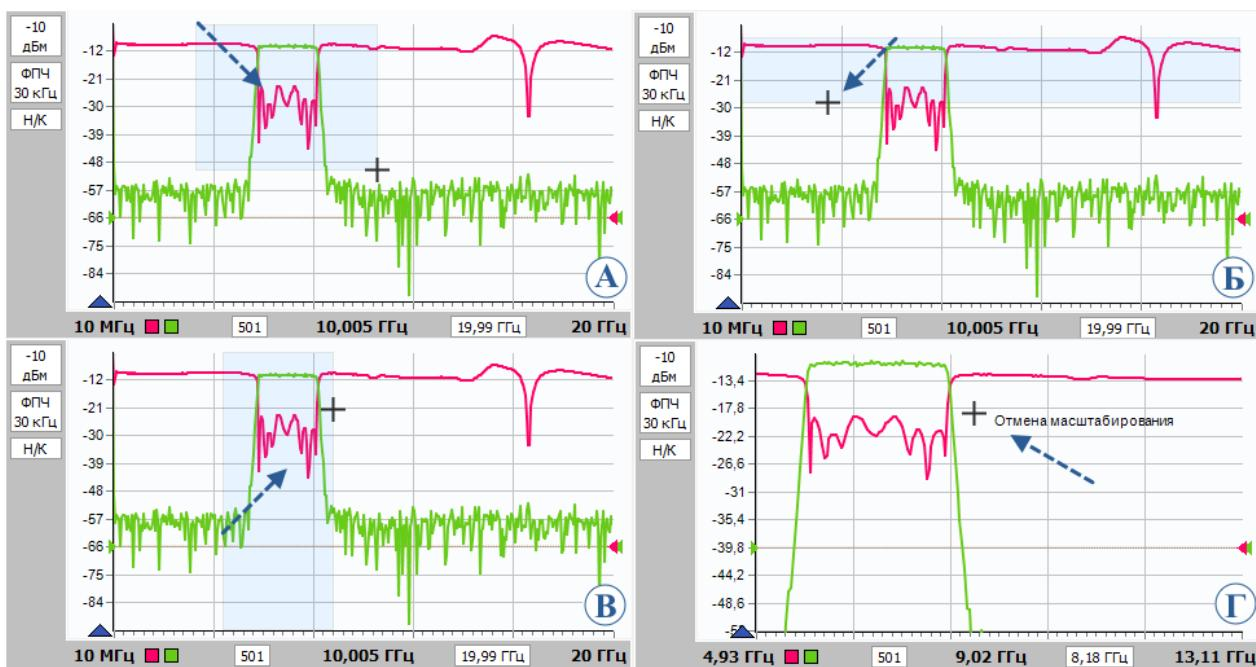

Рисунок 2.26 – Варианты графического задания масштаба и диапазона
- «влево-вниз» рисуются горизонтальные линии выделения по всей ширине диаграммы (рисунок 2.26 Б). После отжимания кнопки мыши изменяется только вертикальный масштаб выделенных трасс.
- «вправо-вверх» рисуются вертикальные линии выделения по всей высоте диаграммы (рисунок 2.26 В). После отпускания кнопки мыши изменяется только диапазон сканирования в соответствующих выделенным трассам измерительных каналах.
- «влево-вверх» отменяется последнее масштабирование (рисунок 2.26 Г). Можно последовательно отменить несколько операций масштабирования, если между ними не использовались функции «автомасштаба».